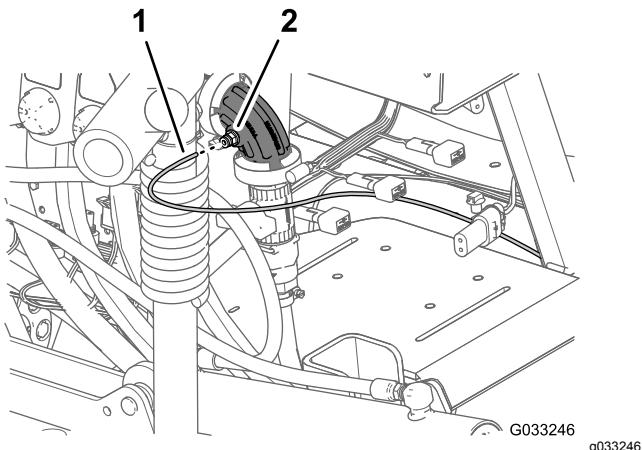
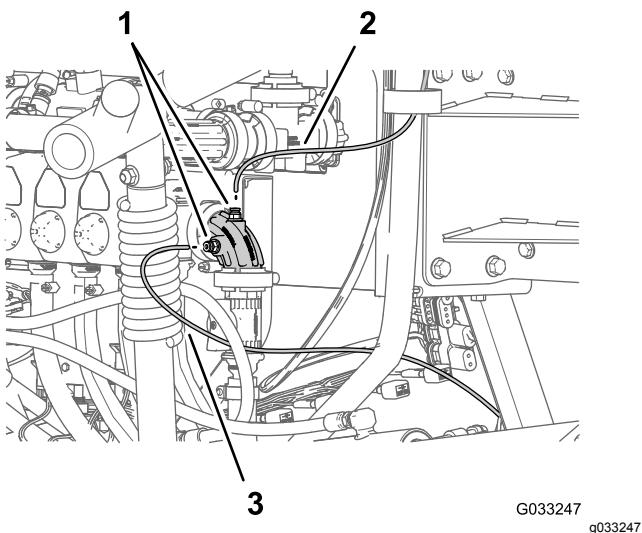

Figura 146
Figura 147
1. Alinee el extremo del tubo del sensor de presión (plástico) del indicador de presión del salpicadero con el anillo de bloqueo del acoplamiento del tubo (Figura 146 y Figura 147).
2. Inserte el tubo del sensor en el anillo de bloqueo hasta que el tubo esté totalmente asentado (Figura 146 y Figura 147).